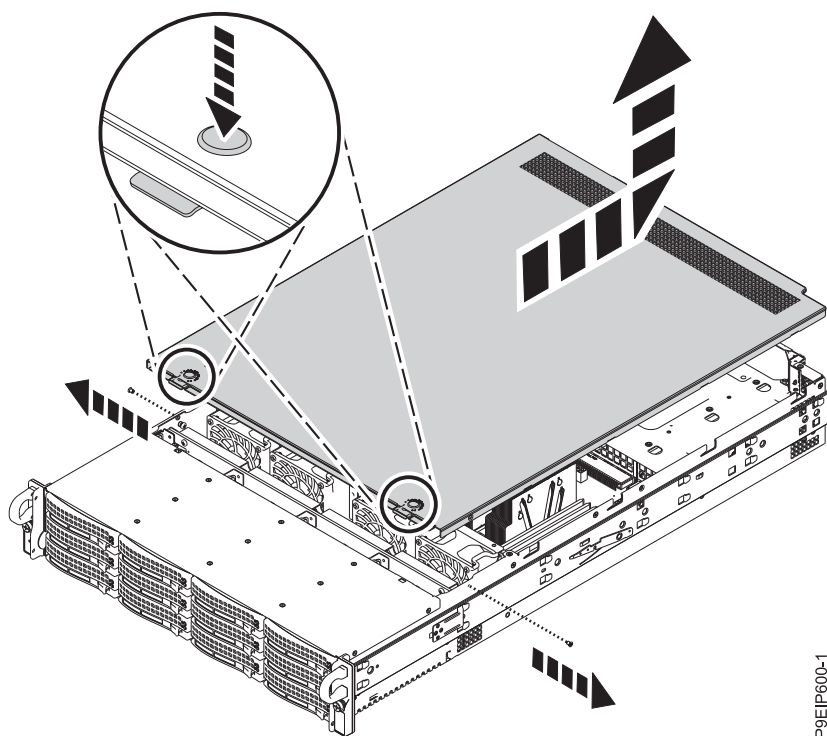

Figura 67. Liberando e abrindo a tampa
3. Pressione os dois botões na tampa superior para liberar as travas, conforme mostrado na Figura 67, e empurre a tampa de volta cerca de 0,5 pol. (1 cm) até que ela pare. Se os botões não forem pressionados para baixo facilmente, remova parcialmente as unidades diretamente sob os botões.